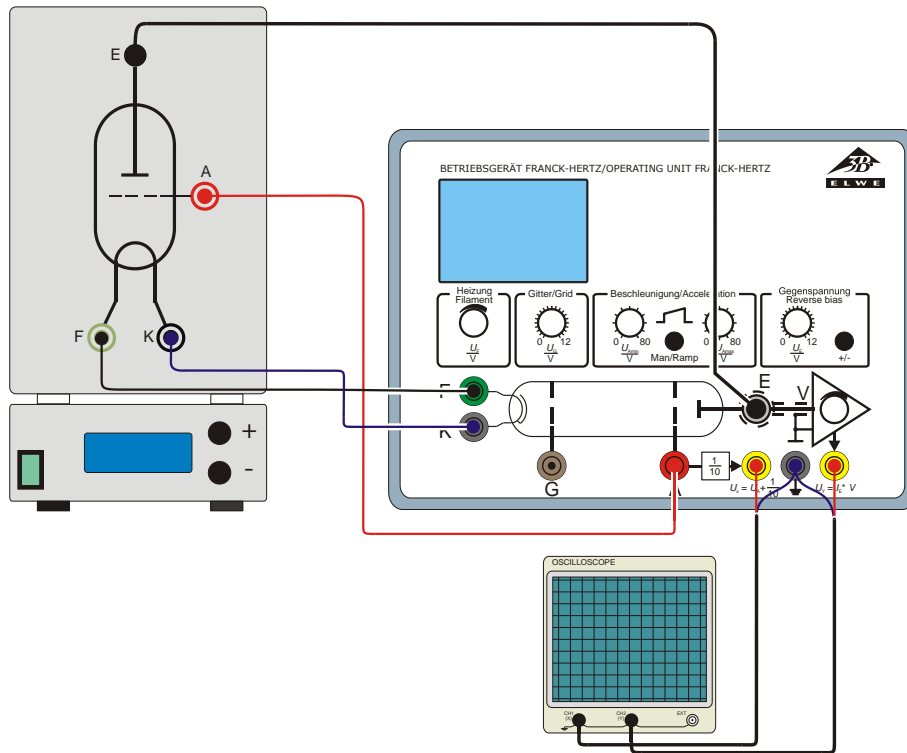

Fig. 1 Experimenteller Aufbau Frank-Hertz-Röhre mit Hg-Füllung
- Die Ein- bzw. Ausgänge „A“, „F“ und „K“ miteinander verbinden (siehe Fig. 1).